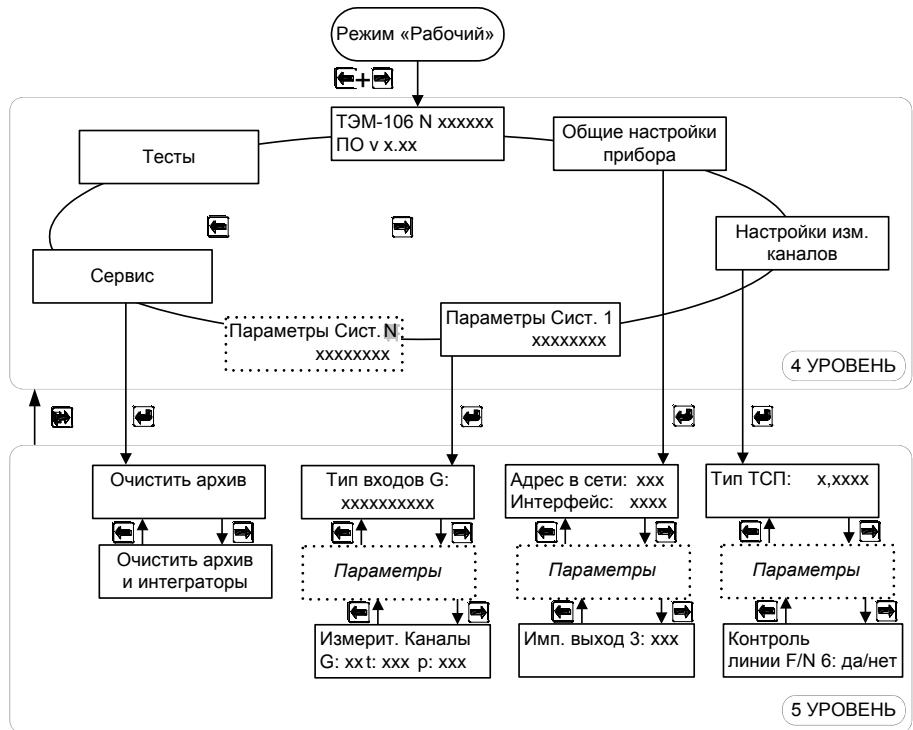

Рис. 7.2
7.3.1 Для входа в режим работы теплосчетчика «Настройки» необходимо, находясь в любом меню режима «Рабочий», **одновременно нажать кнопки «влево» и «вправо»**. Порядок перехода между окнами в режиме «Настройки» изображен на рис. 7.2.